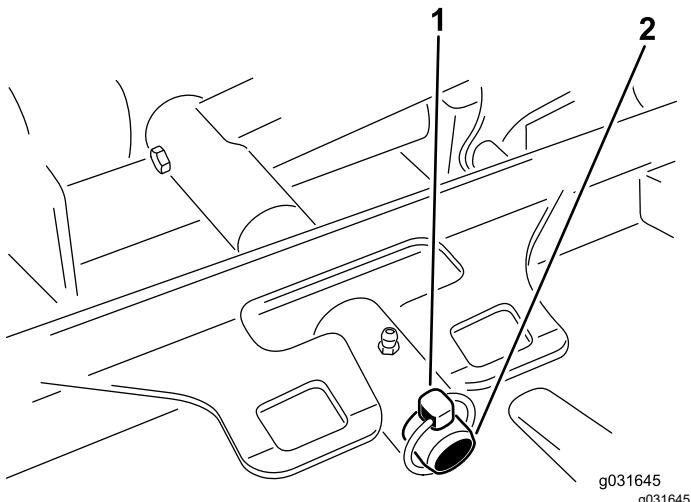

Figura 66
- Retire o pino de sujeição ou a porca de bloqueio que fixa estrutura de suporte da plataforma ao pino de articulação do braço de elevação (Figura 66).
- Deslize a estrutura de suporte da plataforma para o pino da articulação do braço de elevação e prenda-a com o pino de sujeição ou a porca de retenção (Figura 66).